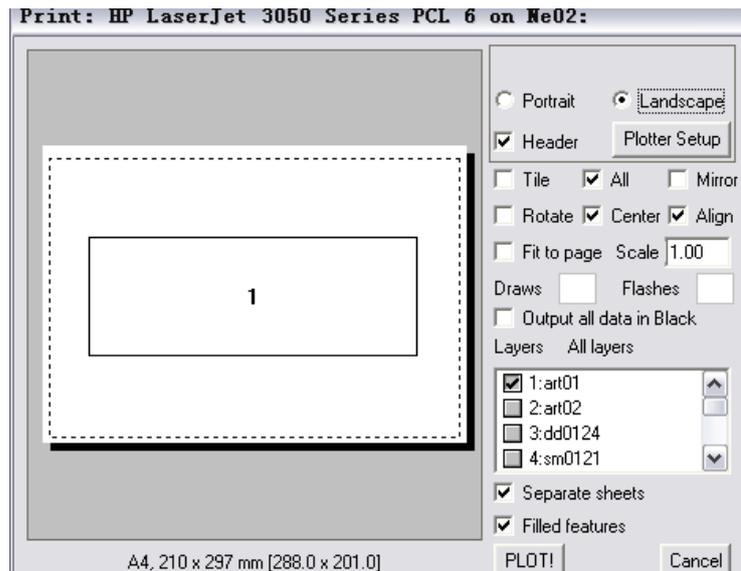

图 6-11
2) 在打印设置界面（如图 6-11 所示）上，按实际图形大小和形状选择纵向（portrait）或者横向（landscape）打印，勾选上“Center”选项将图形居中。然后在 Layers 列表中选择需打印的层，注意一定要勾选下方的“separate sheets”和“Filled features”前的复选框后点击 PLOT 打印。若未勾选“separate sheets”前面的复选框，则 Layers 列表中勾选的各层不能分层打印，而是各层光绘重叠打印在一张 A4 纸上；将“Filled features”前的复选框勾选上能获得更好的打印效果。如果打印的光绘图形比较大的话，为了能够在 A4 纸上打印得下，可以通过调节“Scale”后面的数值来调节打印比例，默认情况下 Scale 的值为 1.00 即为 1: 1 打印。